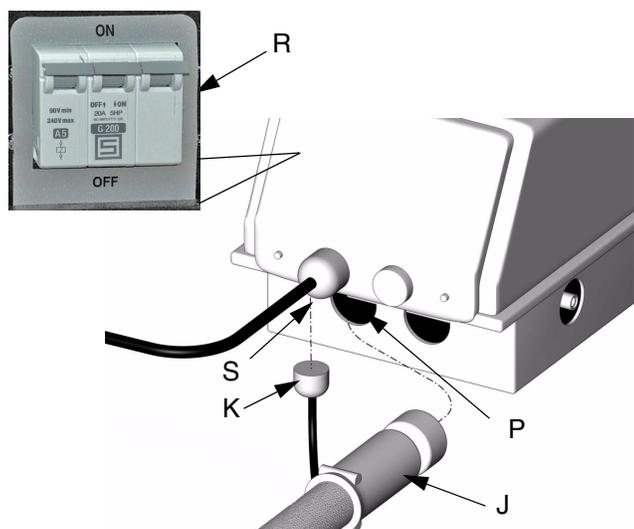

FIG. 5: Conexión de la manguera
2. Vea FIG. 5. Apague el interruptor on/off (R) (OFF). Desenchufe la unidad del tanque.
6. Vea FIG. 5. Saque el conector eléctrico (K) del receptáculo eléctrico de la manguera (S).
7. Vea FIG. 5. Utilice una llave de 11/16 pulg. para desmontar la manguera (J) del racor de salida de fluido (P).